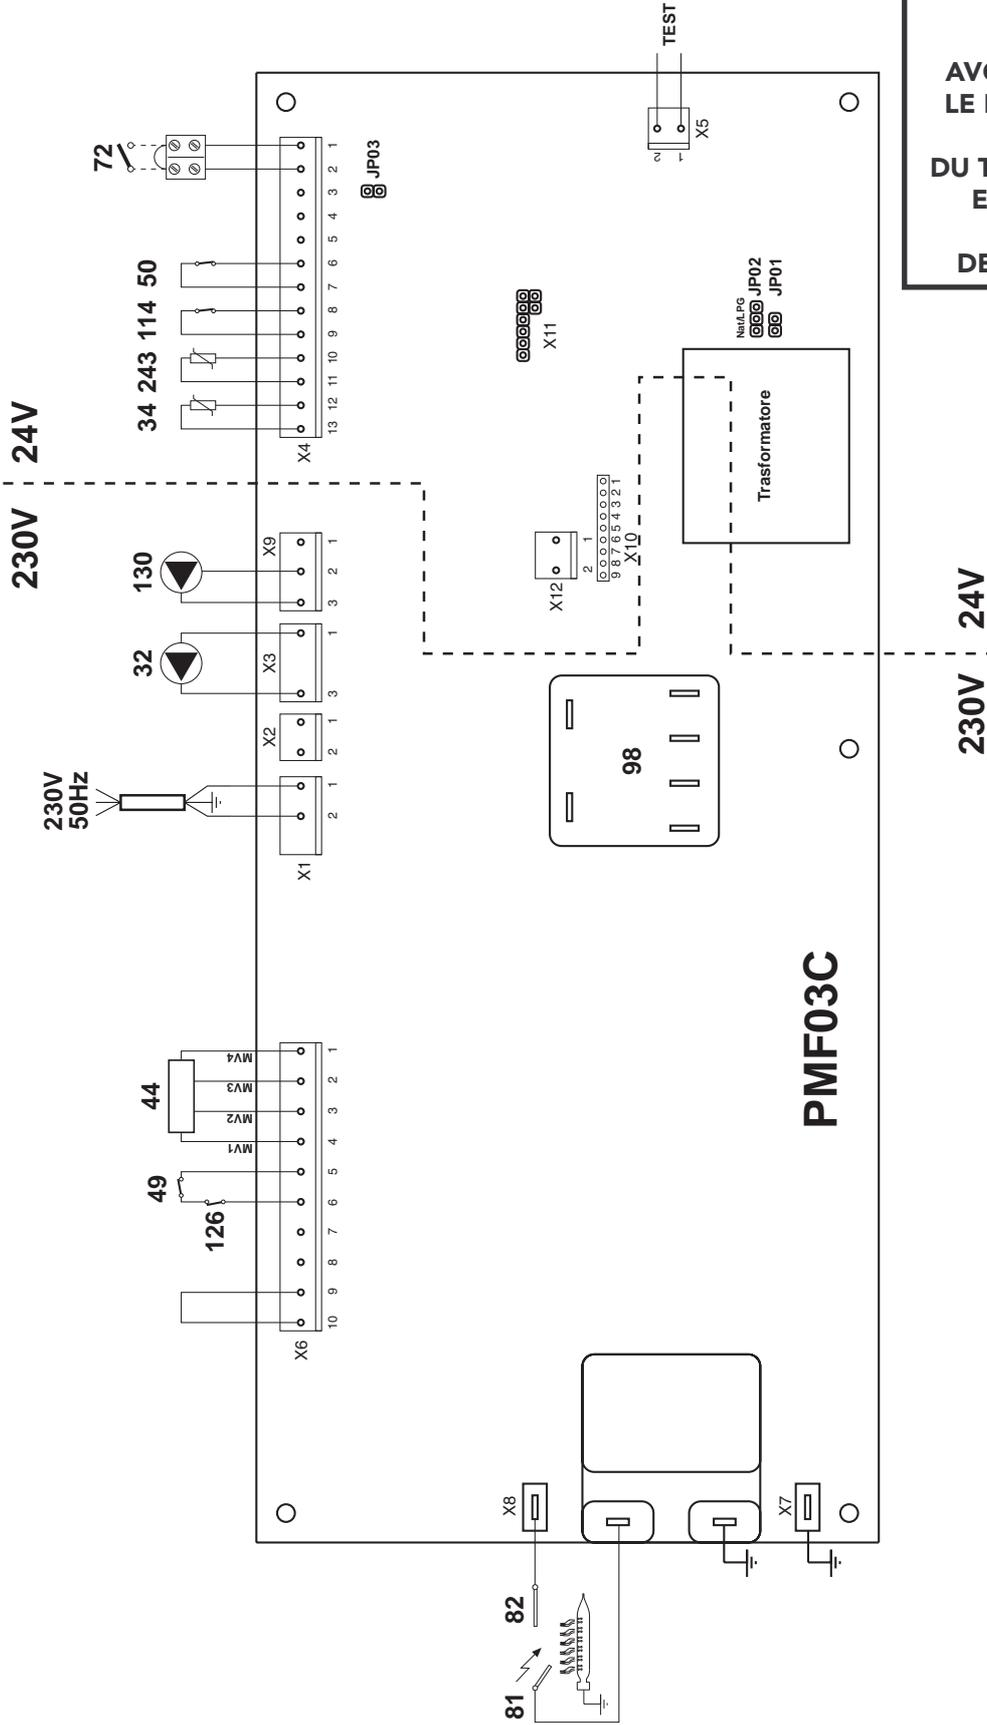

Fig. 9
### 3.08 Installation du thermostat d'ambiance éventuel (72) (Fig. 9)
Retirer le shunt du domino 72 et brancher le thermostat (72) comme cela est indiqué sur la figure 9.